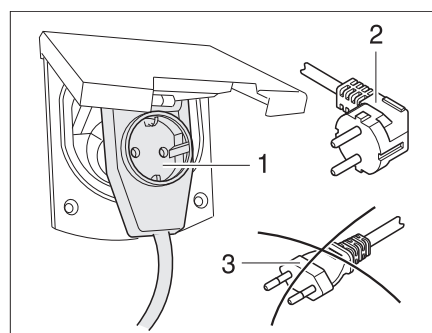

Fig. 90 Conexión a un conector con salida lateral del cable con caja de enchufe
- ▶ Al utilizar un acoplamiento acodado CEE 17, con caja de enchufe incorporada en el lado trasero (Fig. 90,1), emplear únicamente un conector IP 44 de goma impermeable, con contacto protector (Fig. 90,2). No utilizar conector sin contacto protector (Fig. 90,3). ¡Peligro de electrocución!